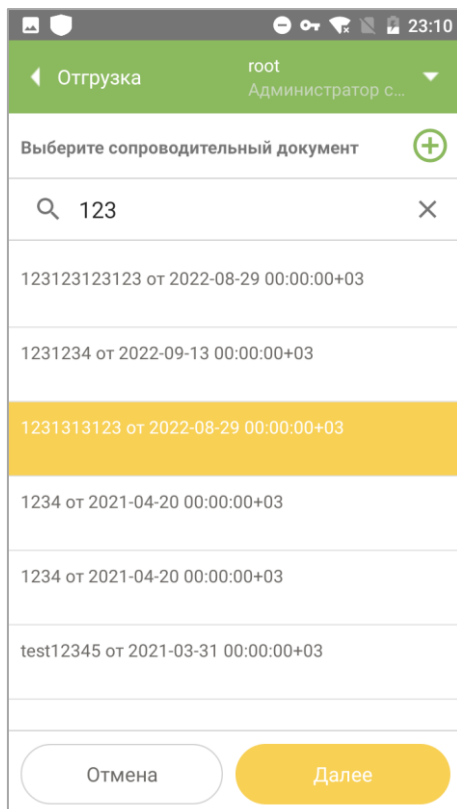

Рисунок 9.8
2. Выбрать сопроводительный документ из списка. При необходимости воспользоваться функцией поиска: вести номер или его часть в поле поиска, выбрать из найденных совпадений (Рисунок 9.8). Нажать «Далее».